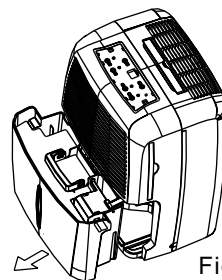
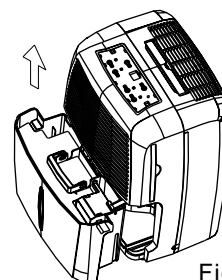

Fig.3
Fig.4
- Sortez lentement le réservoir (fig. 3). Saisissez les poignées droite et gauche pour tirer le réservoir tout droit afin que l'eau ne gicle pas (fig. 4). Ne posez pas le réservoir par terre – son fond n'étant pas plat, il risquerait de tomber et l'eau se renverserait.